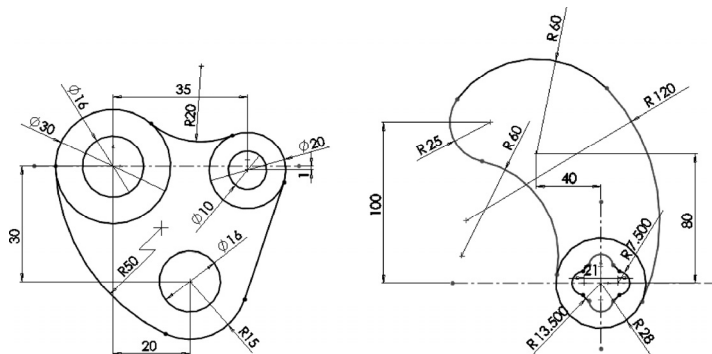

图 2-142 需绘制的草绘图形
- (1) 尝试绘制一个五角星（推荐使用“多边形”和“线”命令绘制）。
- (2) 试绘制如图 2-142 所示的草绘图形，并为其标注尺寸。